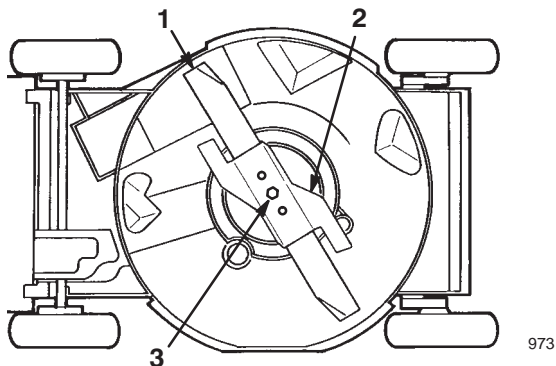

Figure 24
4. Basculez la tondeuse sur le côté *gauche* (filtre à air vers le haut) (Fig. 24).
2. Enlevez le boulon de lame, la rondelle de blocage, l'accélérateur et la lame (Fig. 24).